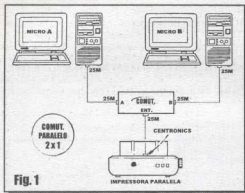
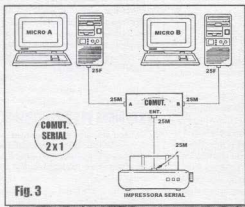
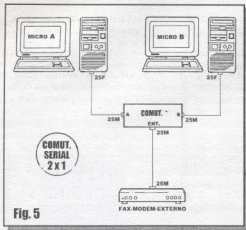

Fig. 1
Fig. 3
Fig. 5
- FIG. 1 - DOIS MICROS E UMA IMPRESSORA PARALELA - Esse é, provavelmente, o conjunto múltiplo mais comum, e por isso colocado em primeiro lugar na nossa lista de soluções. O diagrama mostra o esquema geral das ligações. Serão necessários um comutador paralelo 2x1, dois cabos MULTIDADOS (25M-25M) e um cabo PADRÃO CENTRONICS (25M-CENTRONICS). Através do chaveamento feito na caixa comutadora, ou o micro A ou o B poderão trabalhar com a impressora, individualmente...
- FIG. 3 - DOIS MICROS E UMA IMPRESSORA SERIAL - O arranjo de conexão é parecido com o da FIG. 1, porém cabos e comutadora devem ser de tipos diferentes... O material necessário é: um comutador serial 2x1, dois cabos SERIAL (25M-25F) e um cabo SERIAL (25M-25M). Dependendo da posição dada para a chave da caixa comutadora, o micro A ou o micro B poderão trabalhar, individualmente, com a impressora...
- FIG. 5 - DOIS MICROS E UM FAX-MODEM (MODELO EXTERNO) - Semelhante, em organização, ao arranjo da FIG. 3, inclusive usando o *mesmo* tipo de comutadora e de cabos... Serão necessários um comutador serial 2x1, dois cabos SERIAL (25M-25F) e um cabo SERIAL (25M-25M)... Chaveando na comutadora, ou o micro A ou o micro B poderão, individualmente, comunicar-se via fax-modem com máquinas remotas (através da linha telefônica, à qual o dito fax-modem será coplado...).